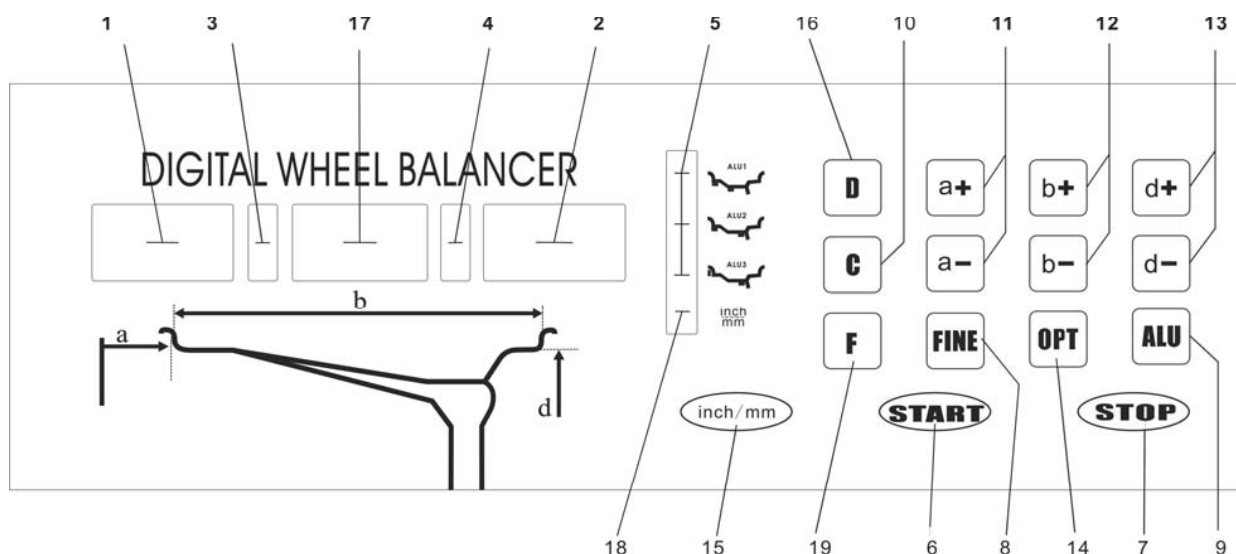

Рис.3
- а) Закрепить узлы на опоре станка, как показано на рис.3 в разделе «Деталировка».